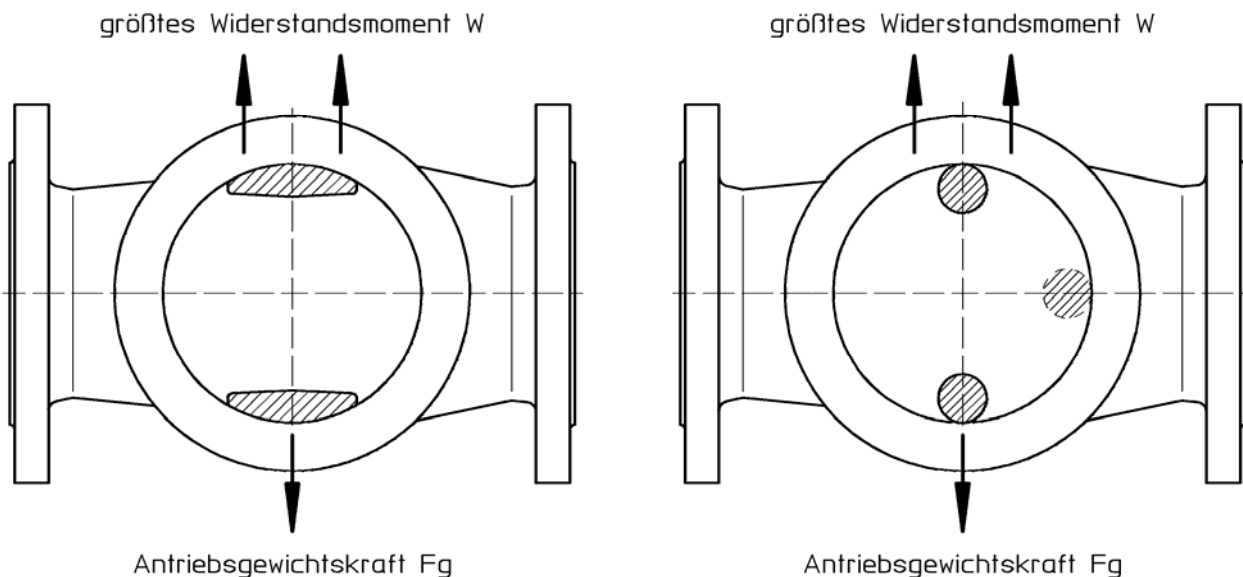

Bild 10: Einbaulage Rippen oder Säulen
- dass bei Einbau der Armatur mit schräg oder waagrecht stehender Spindel die Antriebe bauseits abgefangen werden. Bei diesen Einbaulagen des Ventils ist der Antrieb so zu montieren, daß durch die Lage der Rippen oder der Säulen das max. Widerstandsmoment erzielt wird (siehe Bild 10).